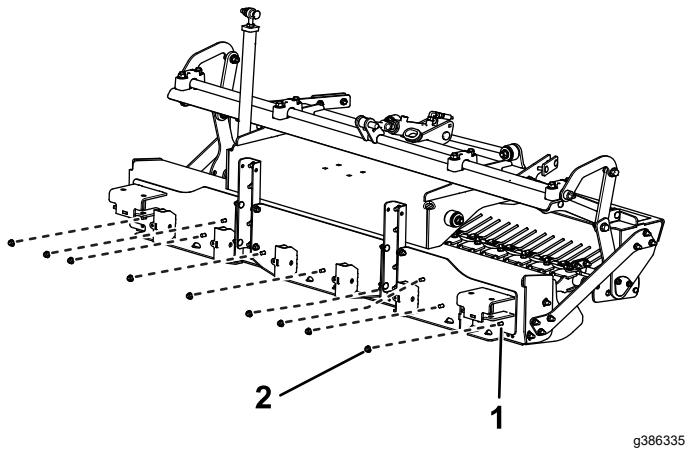

図3
3. 全部のボックスブレードアタッチメントホルダーを、ミッドマウントアタッチメントブラケットに固定するキャリッジボルト $3/8 \times 1"$ 9本とナット $3/8"$ 9個を使用する図3。